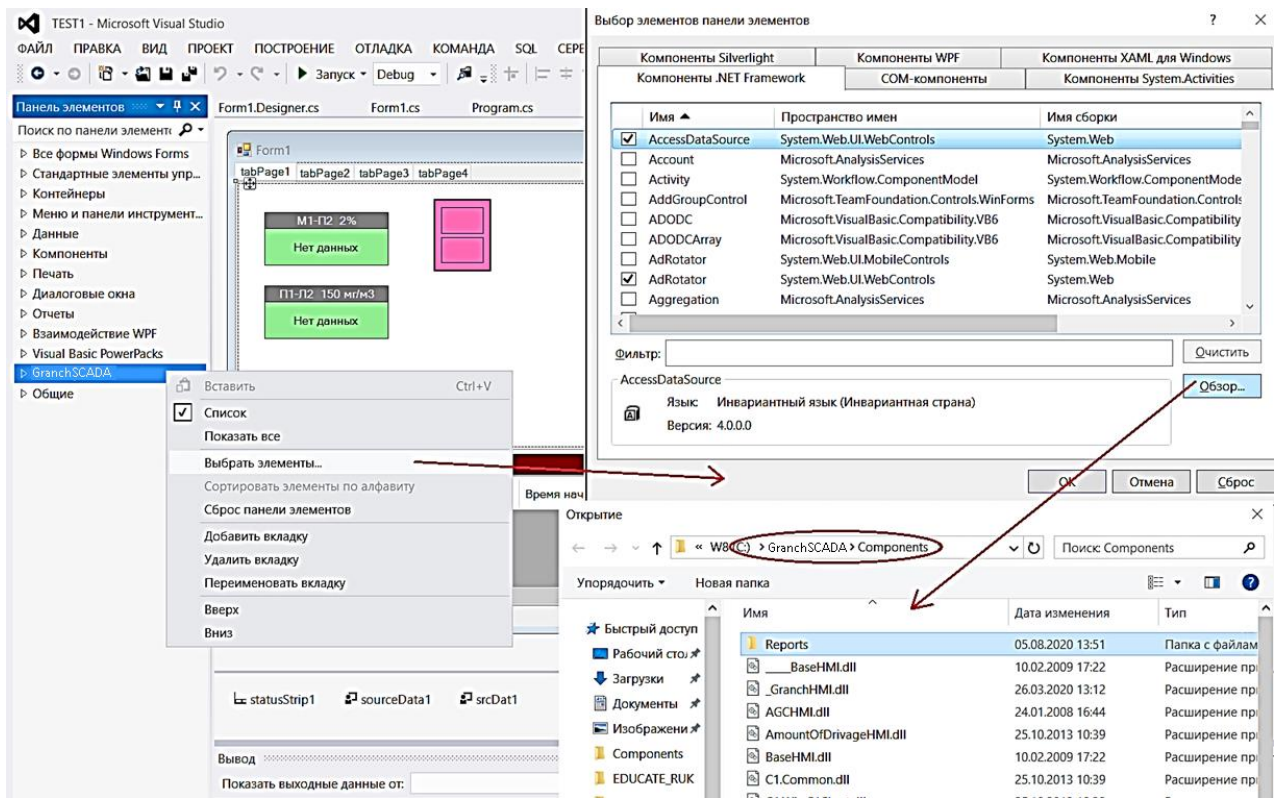

Рисунок 5 – Переход к папке c:\GranchSCADA\Components
4.1.2 Кликнуть правой кнопкой мыши по вкладке «GranchSCADA» и в появившемся контекстном меню выбрать пункт «Выбрать элементы...», после чего отобразится окно «Выбор элементов панели элементов», в котором необходимо нажать кнопку «Обзор...» и в открывшемся окне файлового менеджера перейти к папке **c:\GranchSCADA\Components** (рисунок 5).